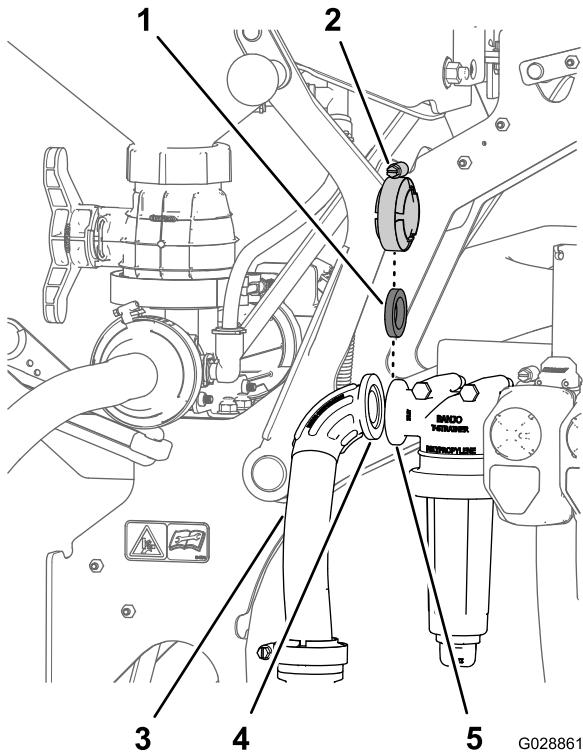

Bild 28
1. Fluchten Sie den Flansch des 90° Anschlussstück am Zulaufschlauch mit dem Flansch des Druckfilterkopfs aus (Bild 28).
2. Befestigen Sie den Zulaufschlauch mit der Dichtung und der Flanschklemme (Bild 28), die Sie in 1 von Vorbereiten des Einbaus des Ejektorventils \(Seite 11\) entfernt haben, am Druckfilterkopf.